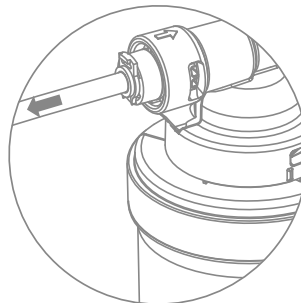

Рис. 10
4. Потяните трубки для проверки соединений (рис. 10).